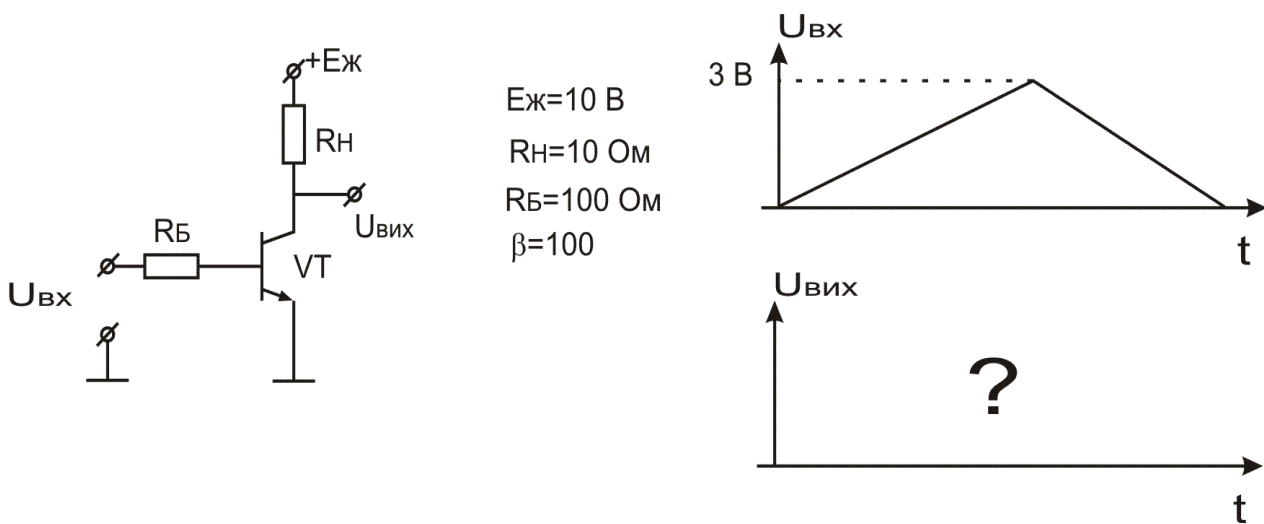

Рисунок 3.2
2. Визначити вихідний сигнал (рисунок 3.2)